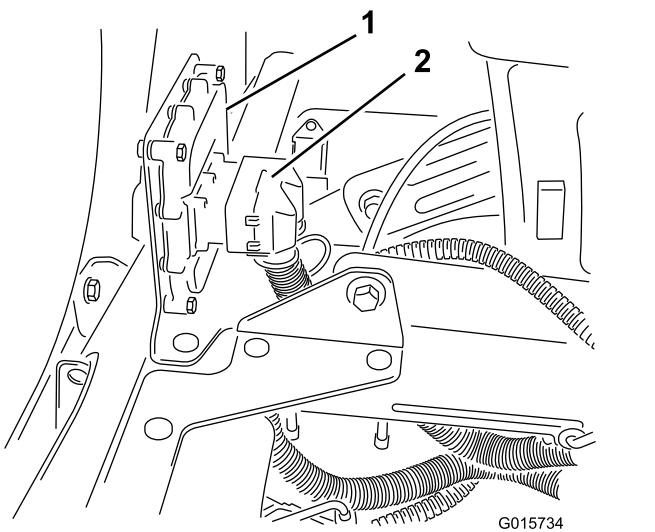

Figura 32
2. Collegate il connettore a 50 prese del cablaggio preassemblato per le barre Sonic Boom al connettore a 50 pin del controller elettronico e fissate i connettori con la vite a esagono incassato (Figura 32).